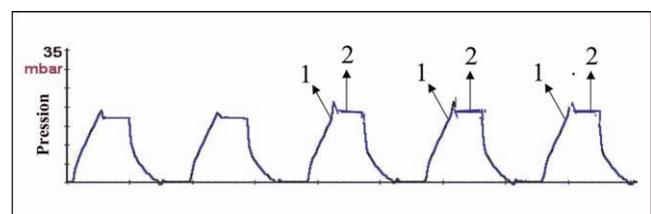

Fig. 9 Courbe de pression en fonction du temps suggérant une surdistension alvéolaire chez un patient ne réalisant aucun effort respiratoire
- surdistension alvéolaire (Fig. 9) ;